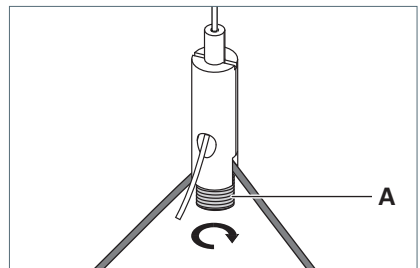

Fig. 26: Leuchte ausrichten.
- Um die Leuchte auszurichten, lösen Sie die Schrauben **A** an den Drahtseilhaltern, siehe Fig. 26.